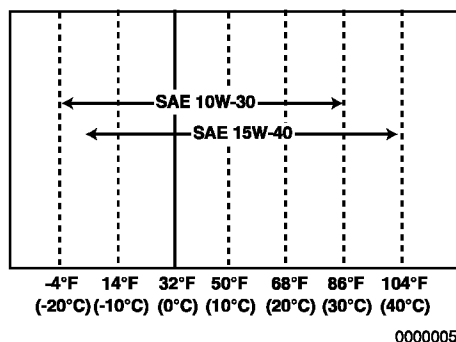

Figure 5
- Selecteer de olie viscositeit op basis van de omgevingstemperatuur waarin de motor wordt bediend. *Zie Viscositeit Motorolie Figure 5.*
- Selecteer de juiste motorolie viscositeit op basis van de omgevingstemperatuur in de SAE Service Graad Viscositeit Grafiek (**Figure 5**).